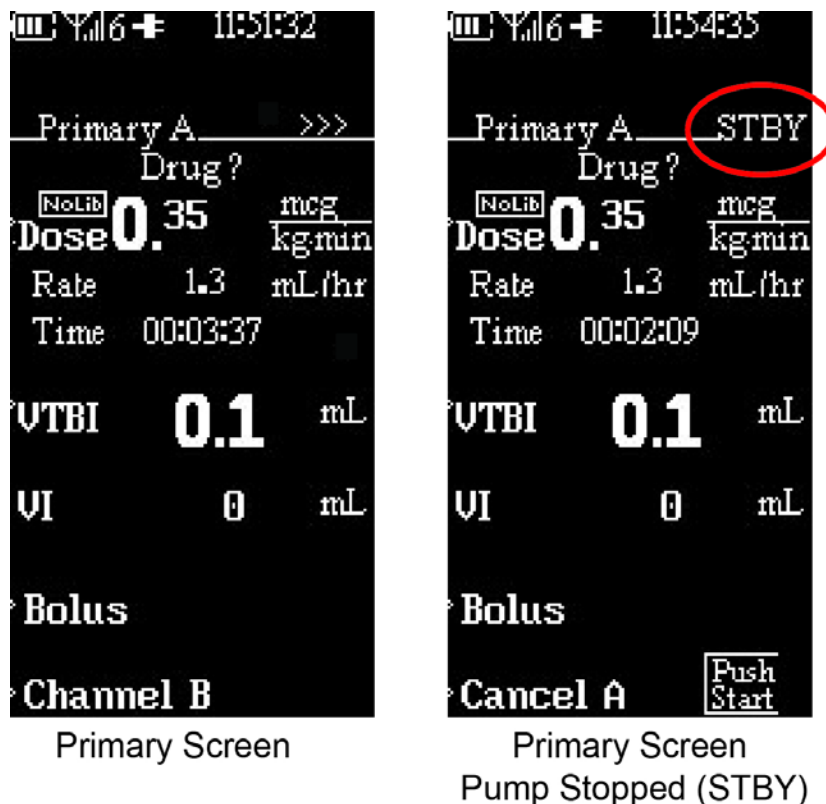

Figura 4-8. Schermata principale con velocità di dosaggio visualizzata
- r. La velocità di dosaggio sarà calcolata automaticamente e apparirà il messaggio "Ready to Start (A) o (B)" ("Pronto a iniziare (A) o (B)").
- t. Premere il tasto di comando START/STOP (AVVIO/ARRESTO) Canale. La schermata di esecuzione principale verrà visualizzata con i parametri corretti ricavati dalla schermata di calcolo della velocità di dosaggio, con il valore della velocità visualizzato tra i parametri relativi alla dose e al volume da infondere (**Vedere Figura 4-8**).
- s. La velocità di dosaggio sarà calcolata automaticamente e apparirà il messaggio "Ready to Start (A) o (B)" ("Pronto a iniziare (A) o (B)").
- u. Premere il tasto di comando START/STOP (AVVIO/ARRESTO) Canale. La schermata di esecuzione principale verrà visualizzata con i parametri corretti ricavati dalla schermata di calcolo della velocità di dosaggio, con il valore della velocità visualizzato tra i parametri relativi alla dose e al volume da infondere (**Vedere Figura 4-8**).